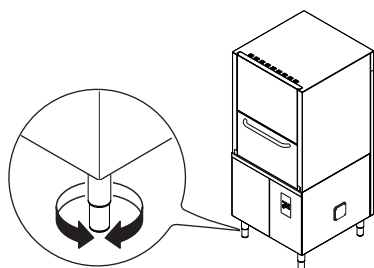

Figura 9 Ajuste de las patas
- Ajuste el aparato girando los pies regulables especiales; compruebe que quede perfectamente nivelado, a lo largo y a lo ancho (Figura 9).